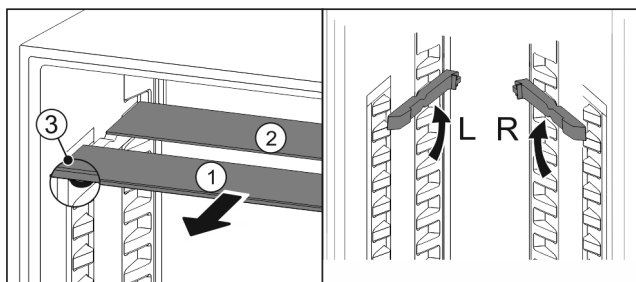

Fig. 94
- ▶ Vytiahnite sklené dosky jednotlivu dopredu Fig. 94 (1).
- ▷ Sklená doska Fig. 94 (1) s ozdobnou lištou leží vpredu.
- ▷ Zarážky Fig. 94 (3) ukazujú nadol.